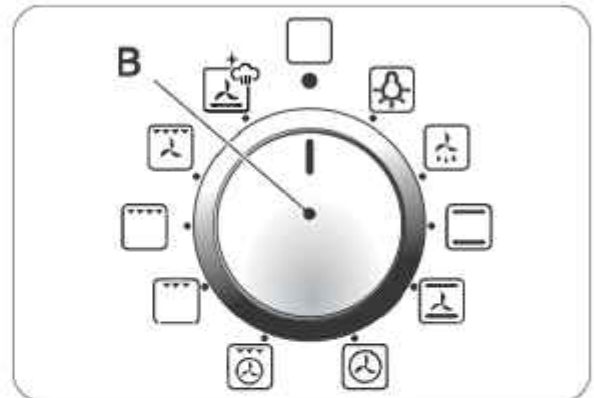
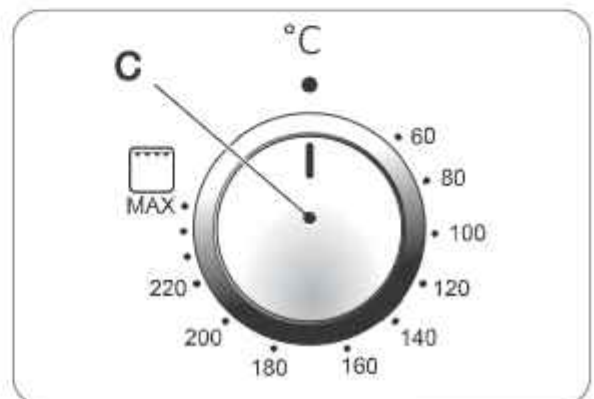

Abb. 4.2
Abb. 4.3
Zum Einschalten und Verwenden des Backofens im manuellen Modus (mit Ausschluss des Garprogramms) genügt es, den Drehknopf zur Auswahl des Garmodus (B, Abb. 4.2) in die gewünschte Position zu stellen und dann die Temperatur mit dem Thermostatdrehknopf (C, Abb. 4.3) einzustellen.
- 3 - Stellen Sie mit dem Drehknopf zur Auswahl des Garmodus (B, Abb. 4.2) die gewünschte Garfunktion ein und verwenden Sie den Drehknopf (C, Abb. 4.3), um den Thermostat einzustellen.